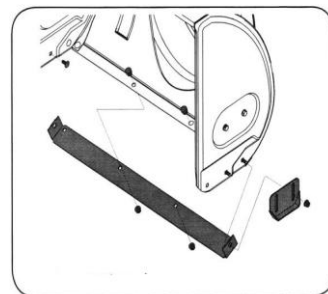

Рис.9
2. Установите новый скребок, убедившись, что головки болтов находятся внутри корпуса. Надежно закрутите (см. рис.9).